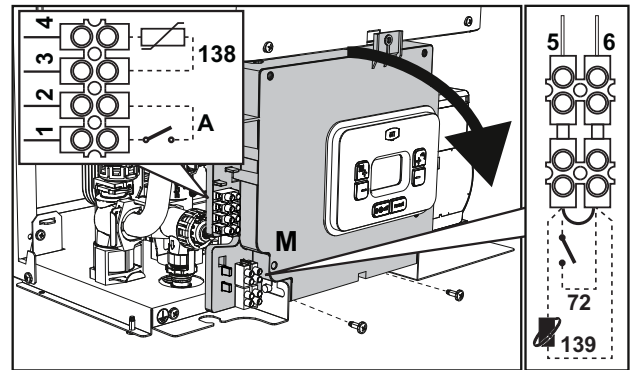
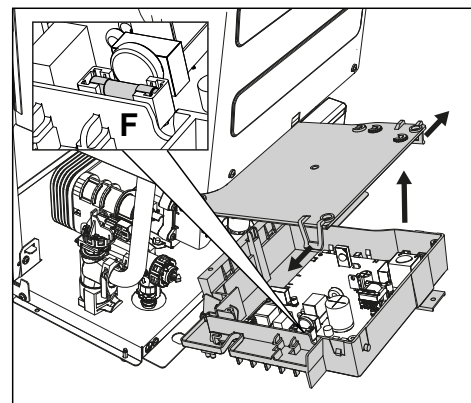

fig. 18
fig. 19
Dopo aver tolto il pannello frontale ("Apertura del pannello frontale" a pag. 15.) è possibile accedere alle morsettiere (M) e al fusibile (F) seguendo le indicazioni descritte di seguito (fig. 18 e fig. 19). I morsetti indicati nella fig. 18 devono essere a contatti puliti (non 230V). La disposizione dei morsetti per i diversi allacciamenti è riportata anche nello schema elettrico alla fig. 56.
Configurazione Interruttore ON/OFF (A fig. 18)